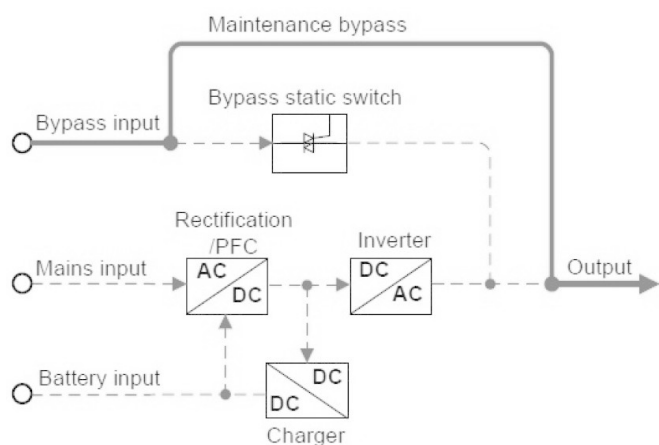

Рис.9 Режим Сервисного (Ручного) Байпаса
**Режим Сервисного (Ручного) Байпаса** (возможен только при использовании вместе с Модулем Сервисного (Ручного) Байпаса) представлен на рис. 9